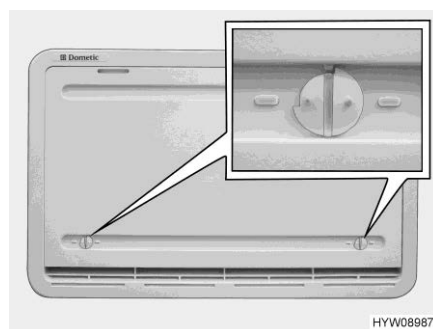

Fig. 185 Protection hivernale
Quand le réfrigérateur doit être utilisé à basses températures extérieures, le fabricant recommande d'employer une protection hivernale (Fig. 185) pour ses grilles d'aération du réfrigérateur.
- Ouvrir les deux dispositifs de verrouillage (Fig. 185) (la rainure est à l'horizontale).